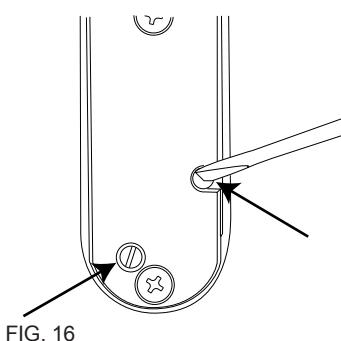

FIG. 16
1. Utilizzando un cacciavite a taglio, rimuovere le due viti situate sul retro dell'elettromaniglia fig. 16;
1. à l'aide d'un tournevis à tête plate, retirer les deux vis situées qui sont situées sur la partie arrière de la poignée électrique fig. 16 ;
1. Entfernen Sie die beiden rückseitigen Schrauben am Elektrodrücker mit einem Schlitzschraubenzieher, siehe Abb. 16;
1. Using a flathead screwdriver, remove the two screws from the back of the electric handle (fig. 16);
1. Utilizando un destornillador plano, quite los dos tornillos situados en la parte posterior de la electromanilla Fig. 16;
1. Verwijder met een schroevendraaier de twee schroeven op de achterkant van de elektrische handgreep fig. 16;